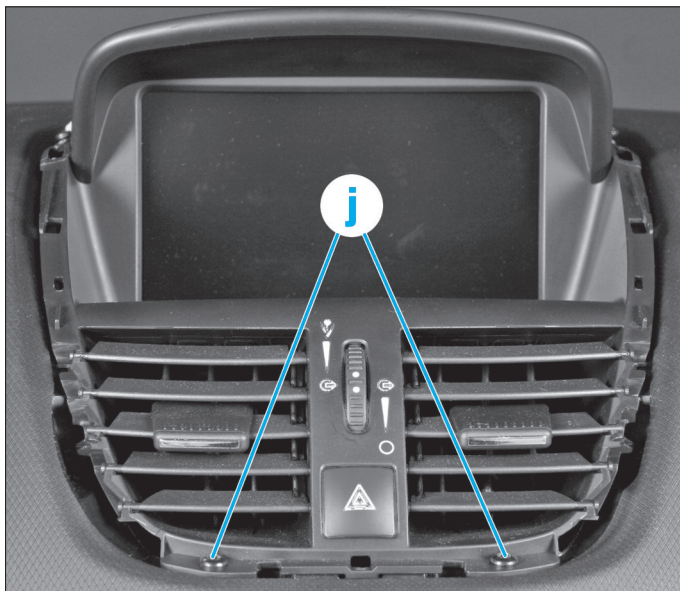

Fig. 44
- Dévisser les deux fixations (j) à empreinte Torx T20 (Fig.44).